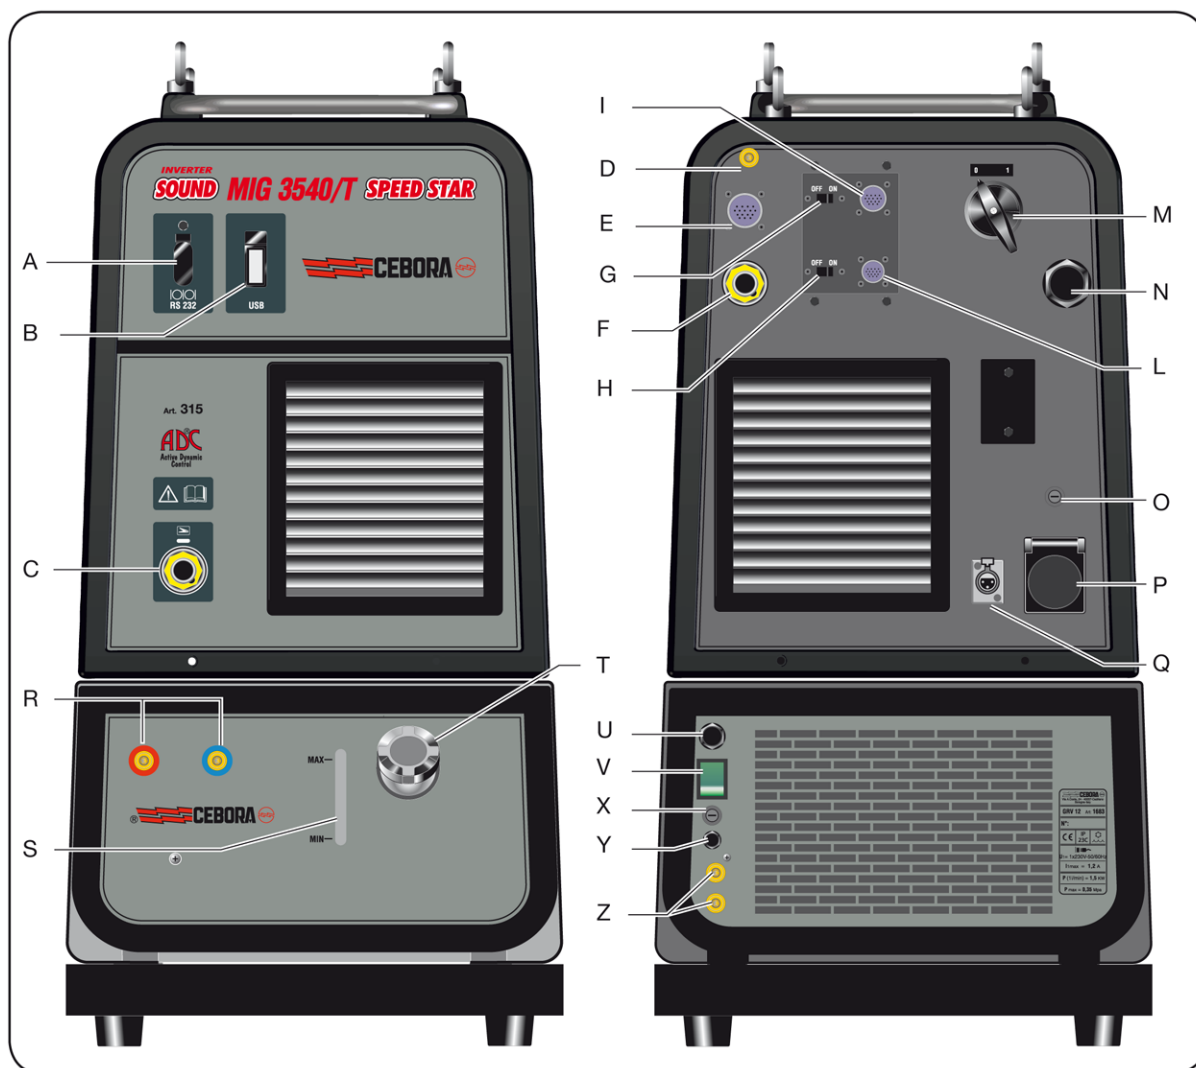

fig. 4
Alimentar el Sistema de Soldadura mediante el interruptor **M** del Generador (fig. 4).
3.3 Puesta en marcha Grupo de Enfriamiento (fig 4).
4.3 Descripción mandos y empalmes (fig. 4)